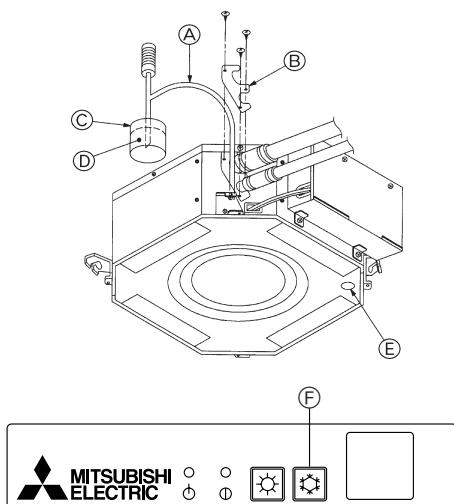

Fig. 10-4
10.5.1. Für Fernbedienung (Fig. 10-4)